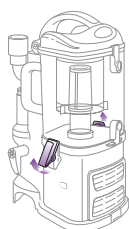

Fig. 18
- 1 Dégagez les clenches latérales du récipient à poussière en les soulevant vers l'extérieur afin d'enlever le récipient du bloc-moteur. **(Fig. 18)**